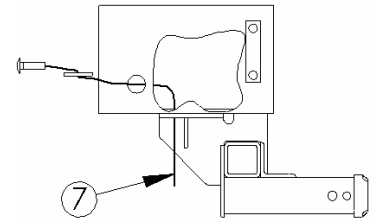

Figure 3
6. Use a pull wire (7) to feed a spacer (4) and carriage bolt (3) into each of the four drilled holes as shown in Figure 3.
7. Fasten the carriage bolts in place with conical washers (5) and hex nuts (6). Tighten all nuts with a torque wrench.
6. Utiliser un fil de traction (7) pour enfoncer une rondelle (4) un boulon de carrosserie (3) dans chacun des autres trous percés comme illustré à la **Figure 3**.
7. Serrer les boulons de carrosserie en position à l'aide de rondelles coniques (5) et d'écrous hexagonaux (6). Serrer tous les écrous à l'aide d'une clé dynamométrique.